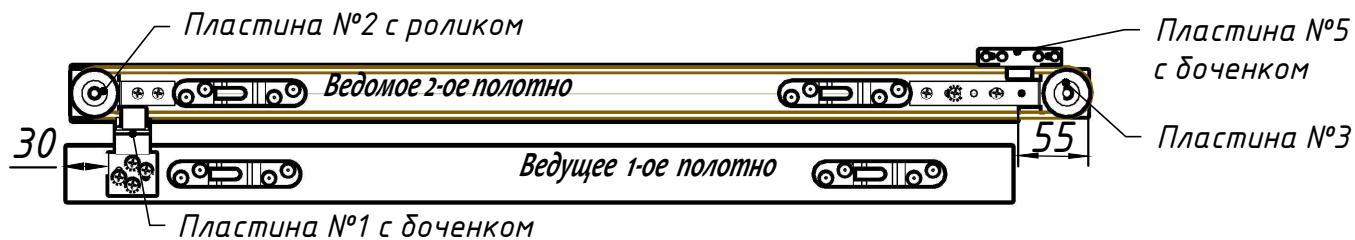

Рис. 11.1
- 13.3. Выставить оба полотна на одном уровне (см. рис.11.1)